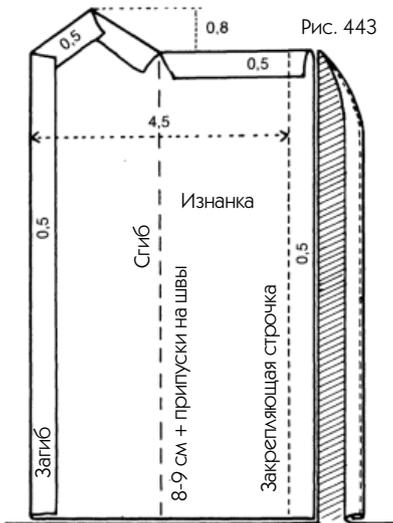

Рис. 443
— Подготовьте эту деталь и сформируйте подгибы, как показано на рис. 443 (если возможно, утюгом или ногтем).
4. Уложите ее рукава вдоль разреза с изнаночной стороны, а затем пристрочите на расстоянии 0,5 см от края (рис. 443).